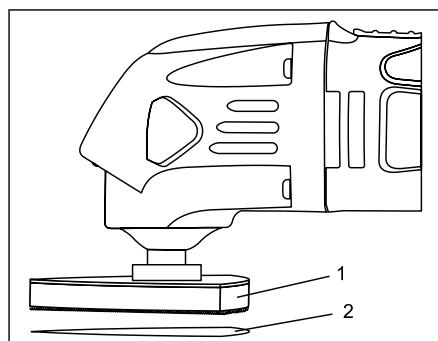

Fig. 3
1. Instale a almofada de lixar com gancho e alça (1) na ferramenta (fig. 3).
2. Pressione firmemente a lixa (2) no gancho e no pad de loop.